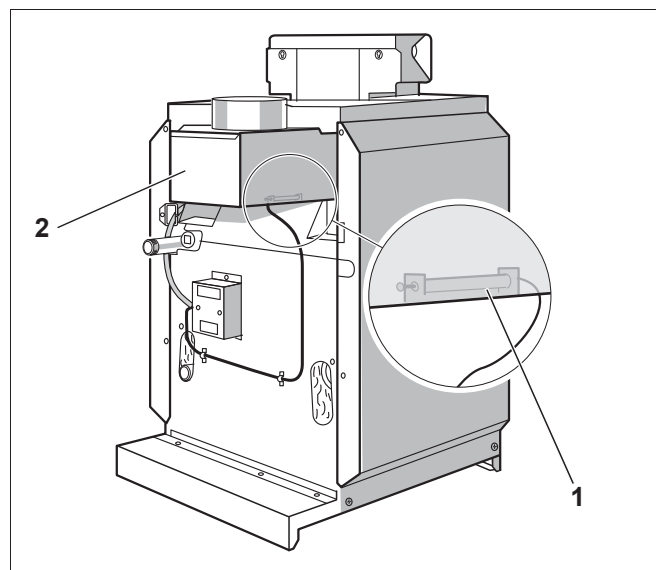

Рис. 32 Проверка системы контроля дымовых газов AW 50
- Снять датчик температуры дымовых газов (рис. 32, **поз. 1**) с прерывателя тяги (рис. 32, **поз. 2**).
- При работающей горелке удерживать наконечник датчика температуры (рис. 32, **поз. 1**) в середине потока дымовых газов. Подача газа прекращается максимум на 120 секунд, и горелка выключается. Через несколько минут горелка вновь автоматически включится, так как остается потребность в тепле.
- Установить датчик температуры дымовых газов (рис. 32, **поз. 1**) на место.